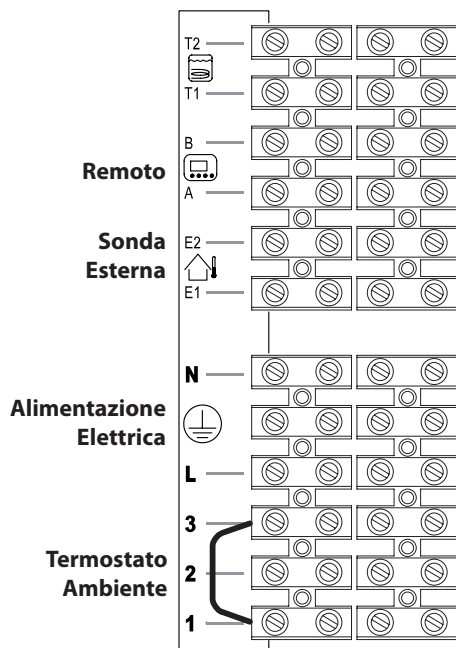
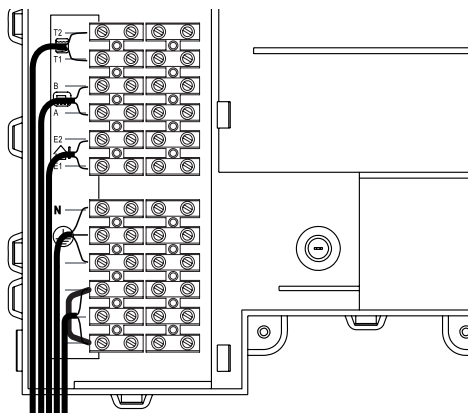

Figura 5.20
Figura 5.21
- Collegare il cavo di alimentazione elettrica proveniente dall'interruttore onnipolare alla morsettiera di alimentazione elettrica della caldaia. Figura 5.20 rispettando la corrispondenza della linea (filo marrone) e del neutro (filo azzurro).
Il percorso del cavo o dei fili di alimentazione elettrica della caldaia e del termostato ambiente devono seguire il percorso indicato in Figura 5.21.
Per il collegamento di un termostato ambiente servirsi dei morsetti indicati in Figura 5.20.
Per il collegamento di valvole di zona servirsi dei morsetti termostato ambiente indicati in Figura 5.20 e Figura 5.21. I conduttori elettrici dei contatti del micro della valvola di zona vanno inseriti nei morsetti "1 e 3" della morsettiera termostato ambiente come in Figura 5.21.